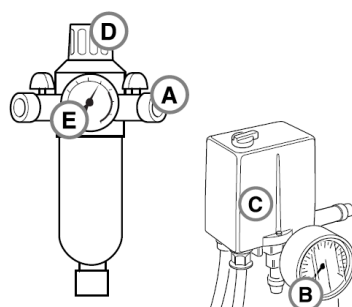

Fig. 8: Accensione
- Alla prima accensione, far funzionare il compressore per dieci minuti con la valvola di rilascio dell'aria A completamente aperta (Fig. 8). Poi chiudere la valvola A e controllare che il serbatoio si riempia e che il compressore si spenga automaticamente al raggiungimento della pressione massima indicata sull'etichetta (leggibile sul manometro B, Fig. 8).
- Ora è possibile farsi un'idea propria del funzionamento straordinariamente semplice del compressore. Il funzionamento è controllato dal pressostato C (Fig. 8), che spegne il motore al raggiungimento della pressione massima e lo riaccende automaticamente quando la pressione scende al valore minimo (circa 2 bar sotto il valore massimo).